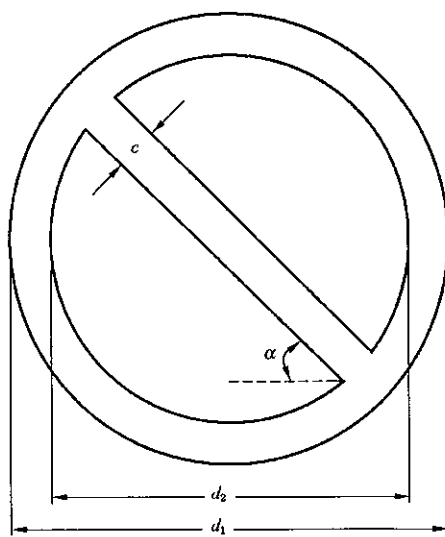

图 1 禁止标志的基本型式
4.1.1 禁止标志的基本形式是带斜杠的圆边框,如图 1 所示。